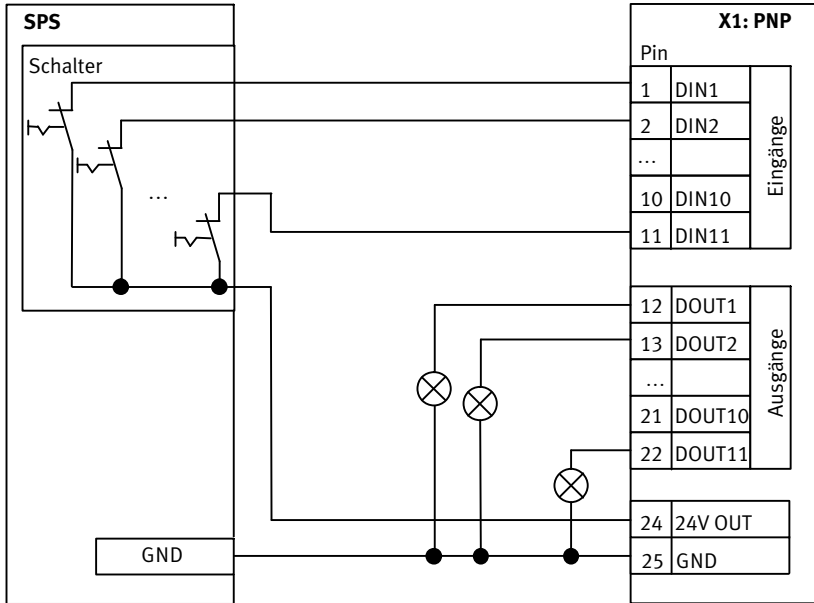

Fig. 4.2 Anschluss der Schnittstellen-Variante PNP (CMMO-...DIOP)
- Typ CMMO-...-DIOP = positive Logik PNP (→ Fig. 4.2)